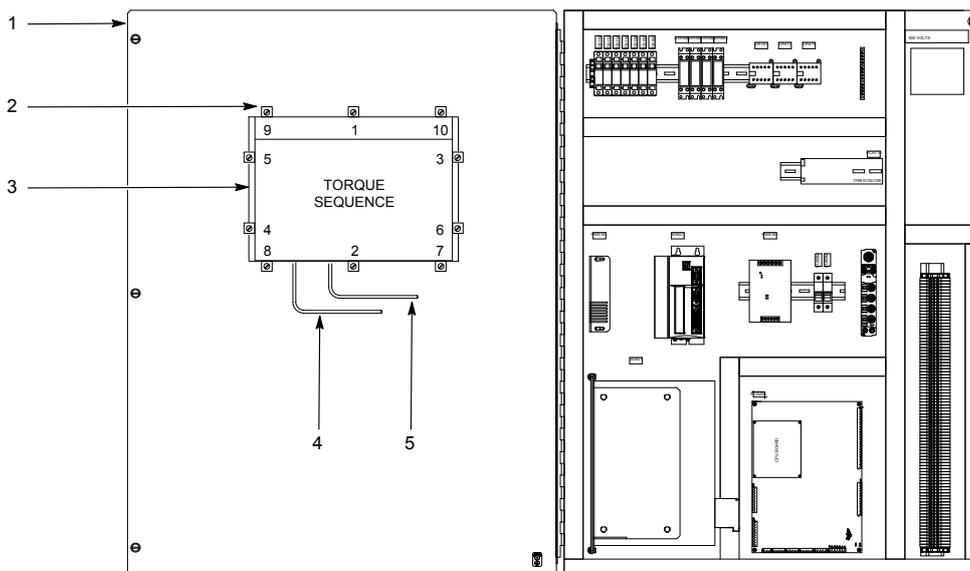

Рис. 5. Замена интерфейса оператора и печатной платы
2. См. рис. 5. Открыть дверцу отсека (1).
3. Отсоединить кабели пер. тока (4) и последовательные кабели (5) от интерфейса оператора (3).
4. Снять монтажные фиксаторы (2) крепления интерфейса оператора к дверце отсека. Снять интерфейс оператора с дверцы отсека.
6. Установить новый интерфейс оператора в дверцу отсека (1).
7. Поставить монтажные фиксаторы (2). Следуя порядку затяжки, показанному на рис. 5, затянуть монтажные фиксаторы моментом 1,1 Н·м (10 дюйм-фунтов). Во избежание изгиба сенсорного экрана не перетянуть монтажные фиксаторы.
8. Присоединить кабель переменного тока (4) и последовательный кабель (5) к интерфейсу оператора, проследив, чтобы последовательный кабель был присоединен к порту com, от которого был отсоединен.
9. Закрывать дверцу отсека (1).
2. См. рис. 5. Открыть дверцу отсека.